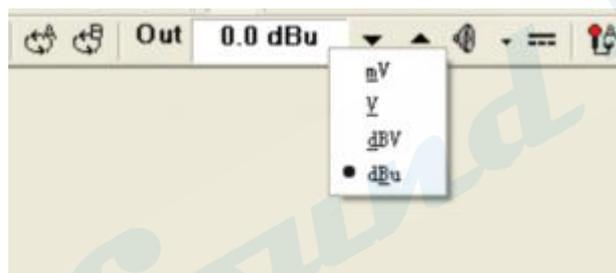

图4-5
- 3) 如果您觉得输出电平的单位值用dBu不够直观时，可以通过鼠标右键点击输出电平值显示&控制栏按钮，在弹出的输出电平单位切换对话框选择您想要的单位值：dBu、dBV、V和mV，如图4-5。